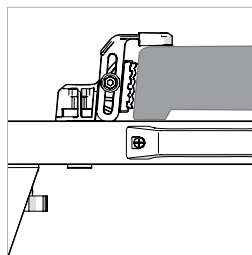

Fig. 18
- Placez la scie à tronçonner sur la table avec le bord de la base pour droitiers (D) de la machine posé contre les deux pinces fixes.
- Si nécessaire, ajustez les pinces secondaires afin que la scie soit encore mieux fixée. (Fig.18) Fixez ces dernières en place en utilisant la clé hexagonale fournie.